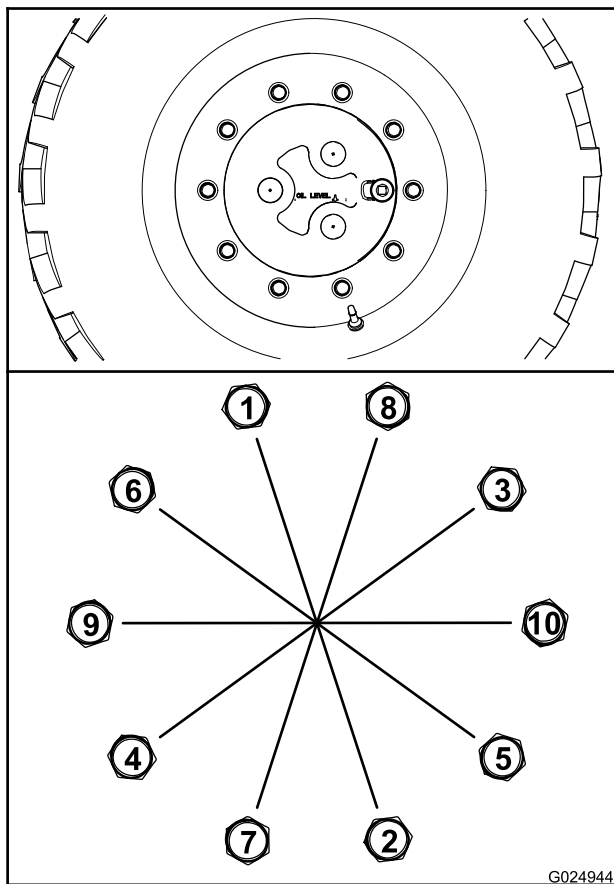

Figure 83
- A. Serrez tous les écrous de roue à 100 Nm (75 pi-lb) dans l'ordre indiqué à la Figure 83.
- B. Serrez tous les écrous à 200 Nm (150 pi-lb) dans l'ordre indiqué à la Figure 83.
- C. Serrez tous les écrous à 300 Nm (225 pi-lb) dans l'ordre indiqué à la Figure 83.